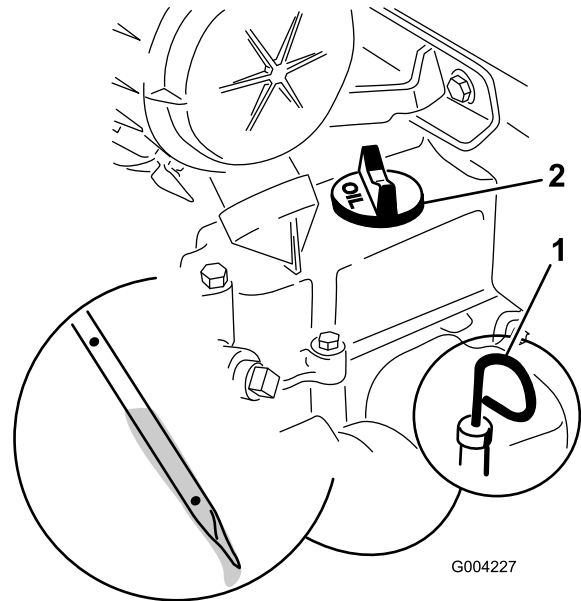

Figura 32
4. Limpe a zona em torno da vareta do óleo (Figura 32).
5. Retire a vareta e limpe a extremidade de metal (Figura 32).
6. Insira a vareta completamente no tubo da vareta (Figura 32).
8. Se o nível de óleo estiver baixo (abaixo do furo inferior), limpe à volta do tampão de enchimento de óleo e remova o tampão (Figura 32).
6. Retire o tampão de enchimento (Figura 32) e coloque lentamente cerca de 80% da quantidade de óleo especificada através da cobertura da válvula.
9. Retire o tampão de enchimento (Figura 32) e coloque lentamente cerca de 80% da quantidade de óleo especificada através da cobertura da válvula.